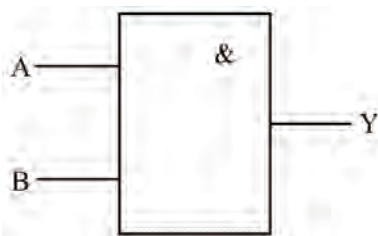

图 2.31 与门电路的表示方法
为了方便，我们把与门电路用图2.31所示的图形符号表示。与门电路有一个输出端和两个以上的输入端，通常用A、B……表示输入端，用Y表示输出端。
2) 真值表：采用表格可以直观形象地表达门电路的逻辑关系，这就是数字电路中广泛使用的真值表。我们把开关的“通”和灯泡的“亮”规定为“1”，而把开关的“断”和灯泡的“灭”规定为“0”，则图2.31所示的与门可以用表2.4直观地表达出来。